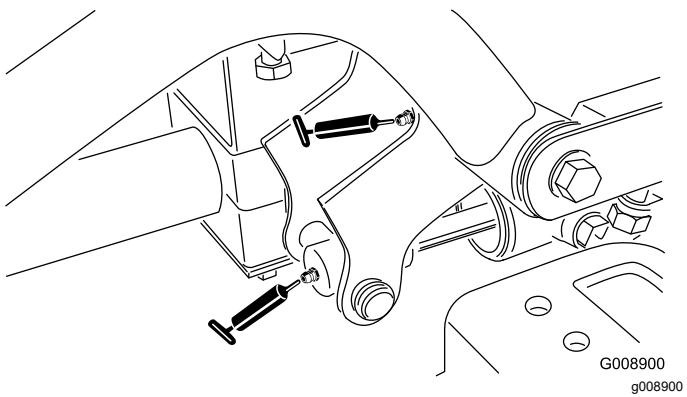

Figura 66
- Pivote y cilindro de elevación del brazo de elevación delantero derecho (2 acoplamientos – (Figura 66)